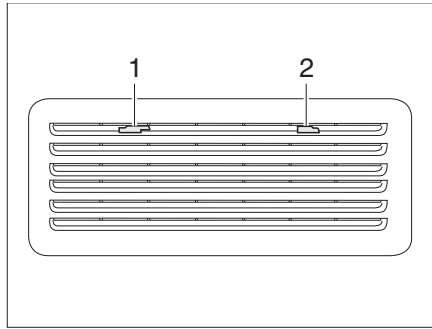

Fig. 320 Grille d'aération du réfrigérateur (Thetford)
- Pousser le dispositif de blocage (Fig. 320,1) vers le milieu.